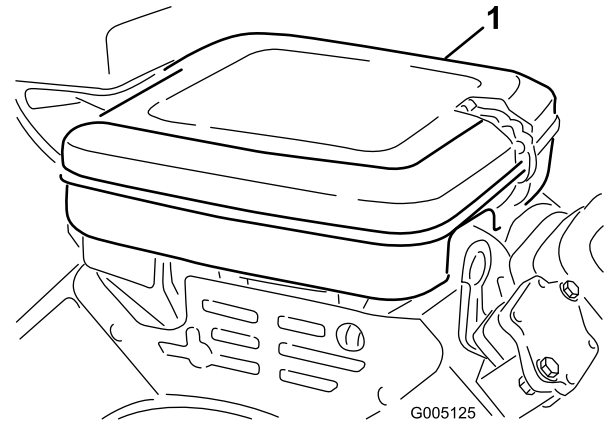

図 32
1. ロック用クリップを取り、エアクリーナ・カバー（図 32）を外す。カバーを丁寧に清掃する。